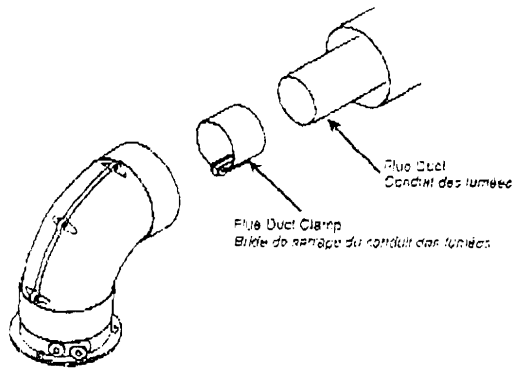

Fig. 7
10. Locate the flue duct clamp on the flue outlet elbow. Draw the flue duct out of the air duct, engage it in the clamp and tighten the screws (Fig. 7).
10. Mettre la bride de serrage du conduit des fumées sur le coude de sortie des fumées. Sortir le conduit des fumées du conduit d'air, l'enfiler dans la bride de serrage et serrer les vis (Fig. 7).